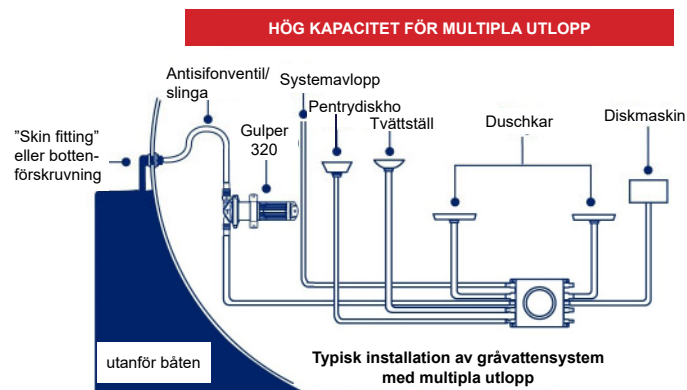
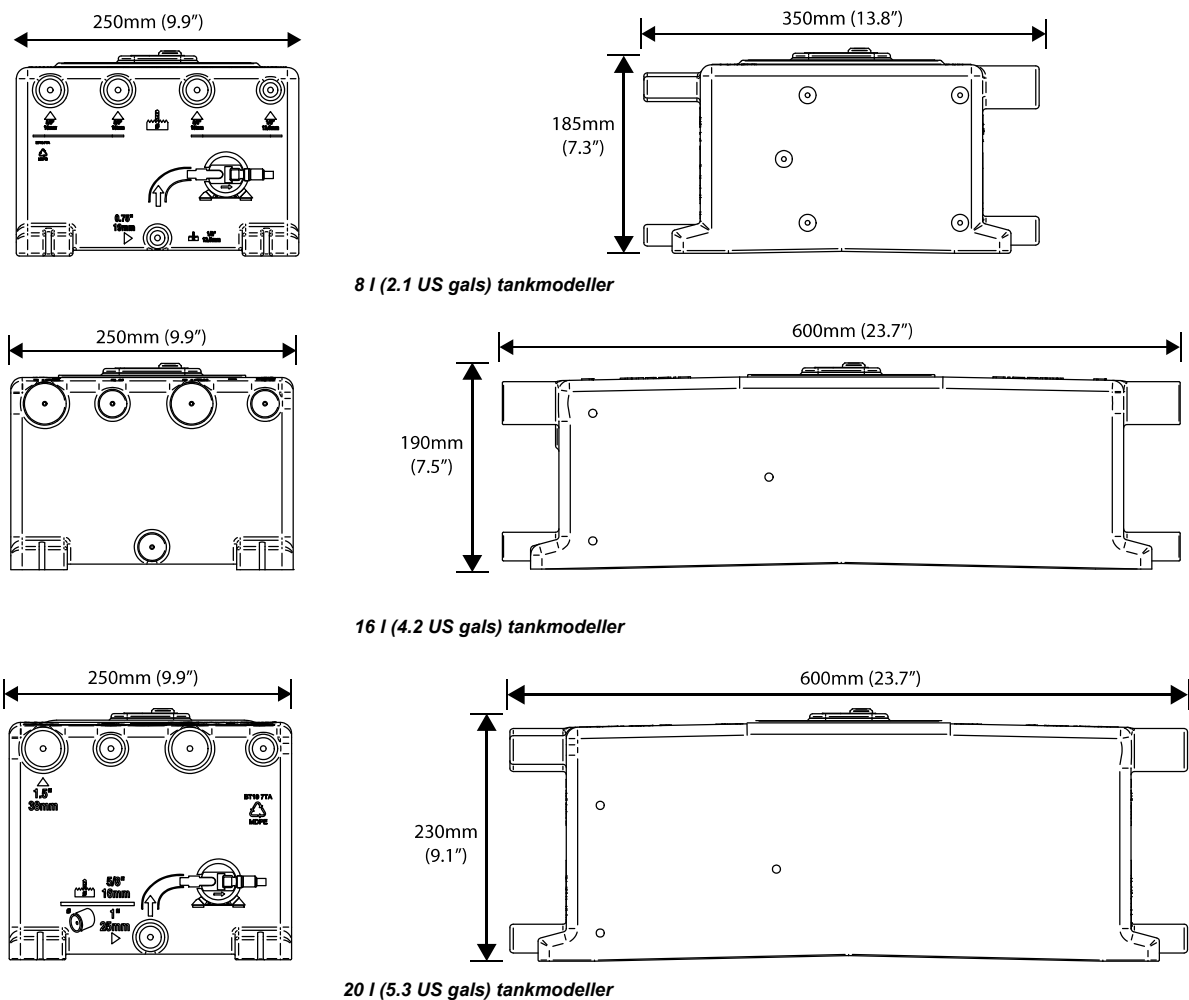

Fig. 1 Typisk installation av grävattentank i grävattensystem med multipla utlopp
Fig. 2 Dimensioner, grävattentank
- Fig. 1 Typisk installation
- Fig. 2 Dimensioner, grävattentank
- Alla rörledningar **måste** innehålla en korrekt installerad anti-sifonventil/slinga. (fig. 1)
- Det pumpade vattnet måste evakueras genom en s.k. skin fitting eller bottenförskruvning **ovanför vattenlinjen**. (fig. 1)
Grävattentanken är avsedd för användning med grävatten i fritidsbåtar. En typisk installation visas i fig.1. För tankdimensioner, se fig. 2.